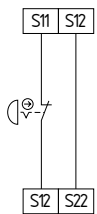

Fig. 8
**Circuito de PARAGEM DE EMERGÊNCIA de canal único com dispositivos de comando conforme EN ISO 13850 e EN 60947-5-5 (ver Fig. 8)**